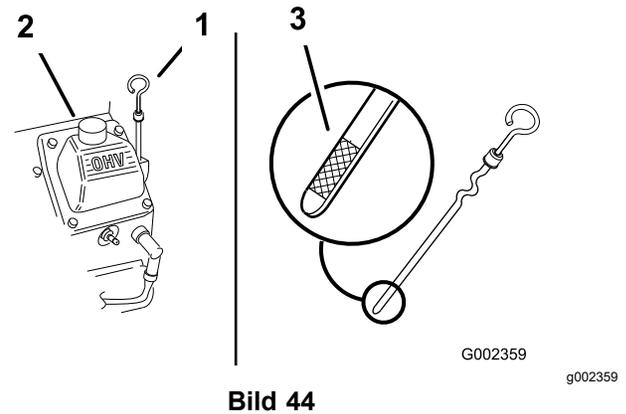

Bild 44
2. Reinigen Sie den Bereich um den Ölpeilstab (Bild 44), damit kein Schmutz in den Einfüllstutzen gelangen und den Motor beschädigen kann.
3. Nehmen Sie den Peilstab heraus und wischen Sie ihn ab. Stecken Sie ihn dann wieder vollständig ein (Bild 44).
Der Füllstand sollte sich zwischen den beiden Markierungen „F“ und „L“ am Peilstab befinden (Bild 44).
5. Wenn der Ölstand unter der „L“-Markierung liegt, nehmen Sie den Deckel des Einfüllstutzens ab (Bild 44) und gießen Sie genug Öl ein, um den Ölstand bis zur „F“ Voll-Markierung am Peilstab anzuheben.